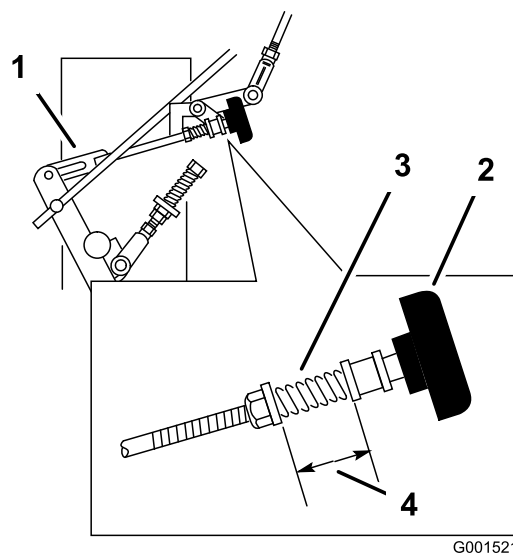

Рисунок 33
3. Отрегулируйте правый рычажный механизм, поворачивая ручку быстрой настройки тяги против часовой стрелки до тех пор, пока колесо не начнет вращаться вперед (Рисунок 33).
4. Поворачивайте ручку по часовой стрелке на 1/4 оборота за раз. Затем переведите рычаг управления скоростью в положение ВПЕРЕД и верните назад в НЕЙТРАЛЬНОЕ положение. Повторяйте это действие до тех пор, пока правое колесо не прекратит вращаться вперед (Рисунок 33).
6. Регулировка пружины, поддерживающей упругость ручки, обычно не требуется, но если она потребуется, установите длину пружины на 26 мм между шайбами (Рисунок 33).
7. Отрегулируйте длину пружины, повернув гайку в передней части пружины (Рисунок 33).